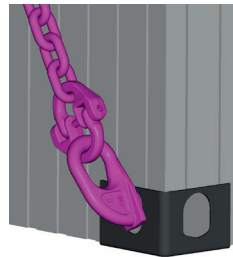

Abb. 1: VCH 10 t / 12,5 t mit VVS 16 bzw. IVS 16
- VIP-Verbindungsschloss VVS 16 (siehe Abb. 1)